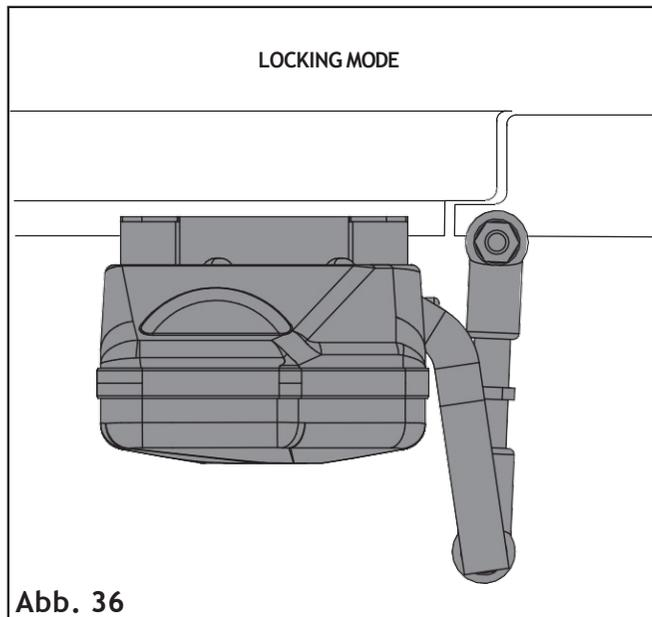

Abb. 36
1. Verriegelung (in der Werkseinstellung) Abb. 36;